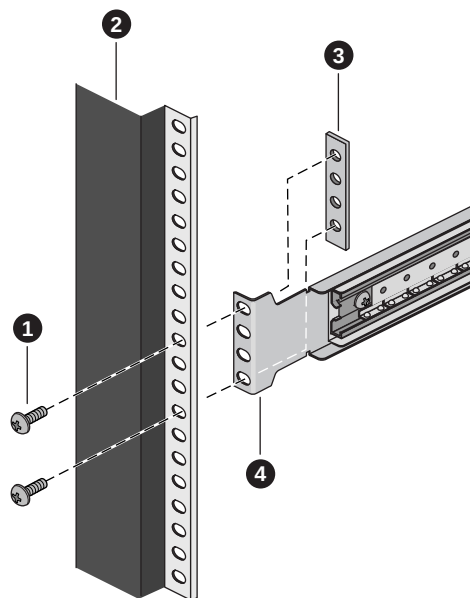

Figure B-4 Bras à angle droit et rail vertical
4. Placez le bras derrière les trous de montage du rail vertical (voir en exemple Figure B-4).
Eléments présentés en Figure B-4 :